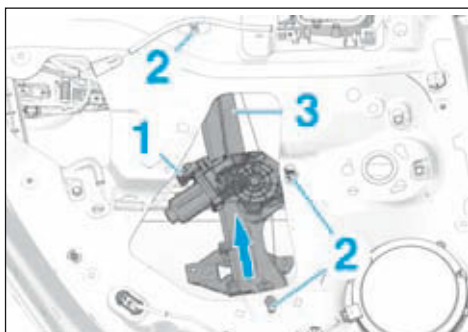

FIG.74
- Débrancher le connecteur (1) (Fig.74).
- Desserrer les vis (2).
- Déposer le mécanisme de lève-vitre (3).